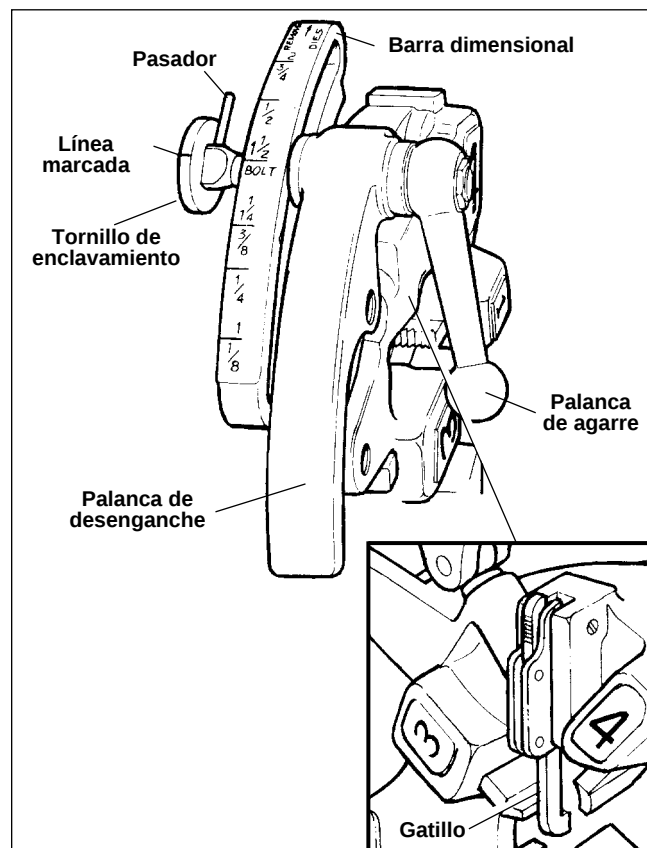

Figura 11 – Cabezal de terrajas universal de auto-apertura
- Cabezal de terrajas de Auto-apertura No. 815A (Figura 11) – Cuando el gatillo del cabezal de terrajas toca el extremo del tubo, la palanca de desenganche se abre automáticamente.
El Cabezal de terrajas Universal No. 811A (Figura 11) para roscas a mano derecha necesita cuatro juegos de terrajas para roscar tubería desde $\frac{1}{8}$ hasta 2 pulgadas. Se precisa un juego de terrajas para cada uno de los siguientes tamaños: ($\frac{1}{8}$ pulg), ($\frac{1}{4}$ y $\frac{3}{8}$ pulg), ($\frac{1}{2}$ y $\frac{3}{4}$ pulg) y (1 a 2 pulgs). Para roscar pernos se necesita un juego distinto de terrajas para cada tamaño de perno. No se encuentran disponibles terrajas para cabezales universales a mano izquierda.